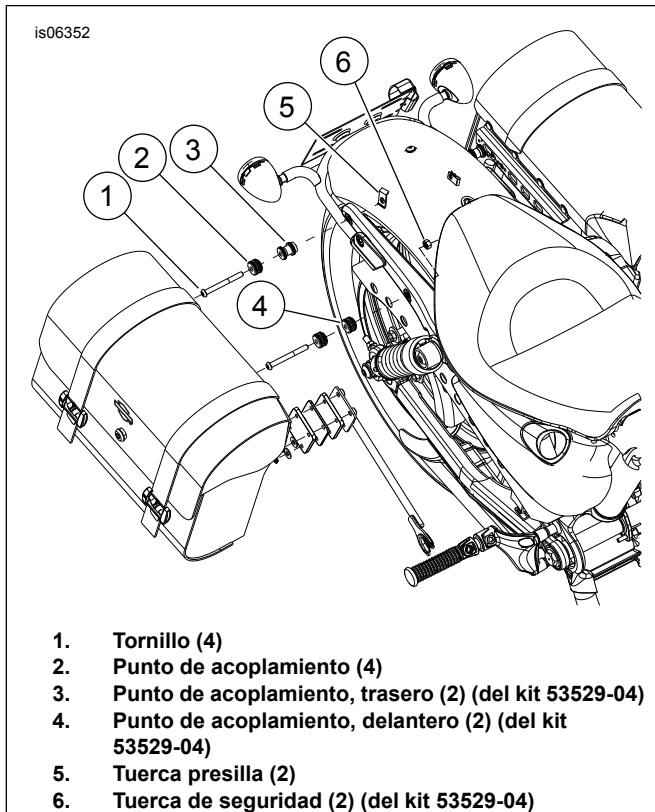
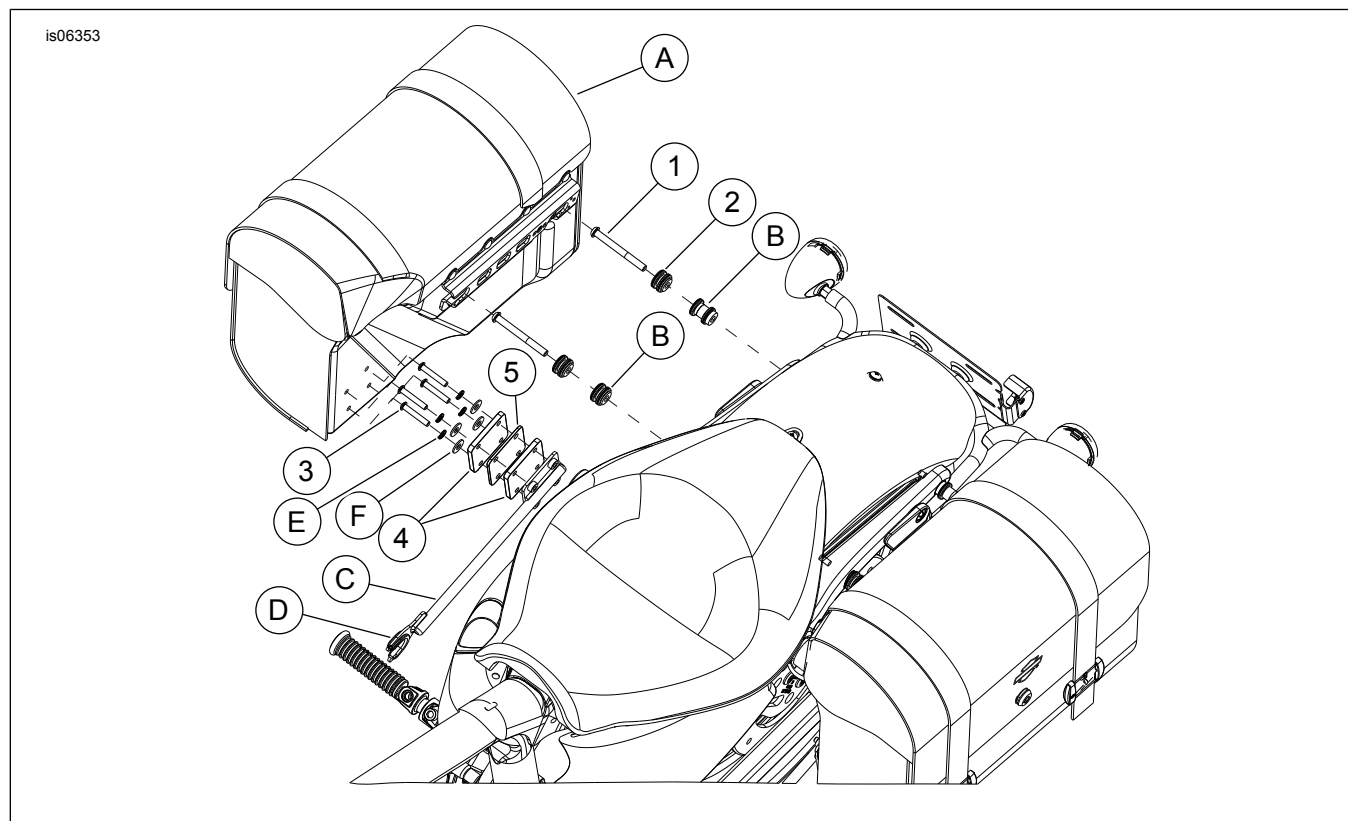

Figura 2. Apilamiento de los elementos de sujeción de acoplamiento
Figura 3. Piezas de servicio: Elementos de sujeción de acoplamiento
Vea Figura 3 y Tabla 1.
2. Extraiga el tornillo trasero (1) y la tuerca presilla (5) de la cubierta del soporte del guardabarros trasero, tomando nota de la orientación de la tuerca presilla dentro de los soportes del guardabarros. Deseche el tornillo, pero guarde la tuerca presilla. Guarde el punto trasero de acoplamiento (3) si fue instalado previamente.
3. Quite y reubique las señales de giro traseras de las cubiertas de los soportes del guardabarros trasero (6), de acuerdo con las instrucciones proporcionadas en el Manual de servicio y el kit de reubicación.
4. Vea Figura 3. **Si** los brazos de soporte ya están armados en las alforjas, extraiga los tornillos, las arandelas de seguridad y planas y los brazos de soporte de las alforjas. Guarde los brazos de soporte y las arandelas. Deseche los tornillos.
1. Vea Figura 2. Use el punto de acoplamiento (2) y el tornillo (1) del kit, el punto delantero de acoplamiento (4) y la tuerca de seguridad (6) que se quitaron anteriormente. Tome nota del collarín de diámetro pequeño en un extremo de ambos puntos de acoplamiento.
4. Use un punto de acoplamiento (2) y el tornillo (1) del kit; y el punto trasero de acoplamiento (3) y la tuerca presilla (5) que se quitaron anteriormente. Tome nota del collarín de diámetro pequeño en un extremo de ambos puntos de acoplamiento.
8. Vea Figura 3. Use los cuatro tornillos (3), dos espaciadores (4), (6,3 mm [1/4 pulg.] de grosor) y un espaciador (5), (3,2 mm [1/8 pulg.] de grosor) del kit y el brazo de soporte (C), las cuatro arandelas de seguridad (E) y las cuatro arandelas planas (F) que se quitaron anteriormente.